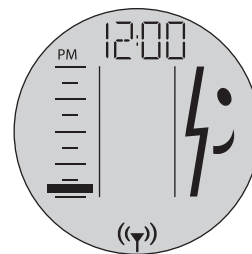

図 60. バッテリー残量が約 10 パーセントの状態を示す InfoKey コントローラ表示
2. 表示の一番下の横棒が点滅するまで、バッテリーを放電します。バッテリー残量は約 10 パーセントになります(図 60 を参照してください)。